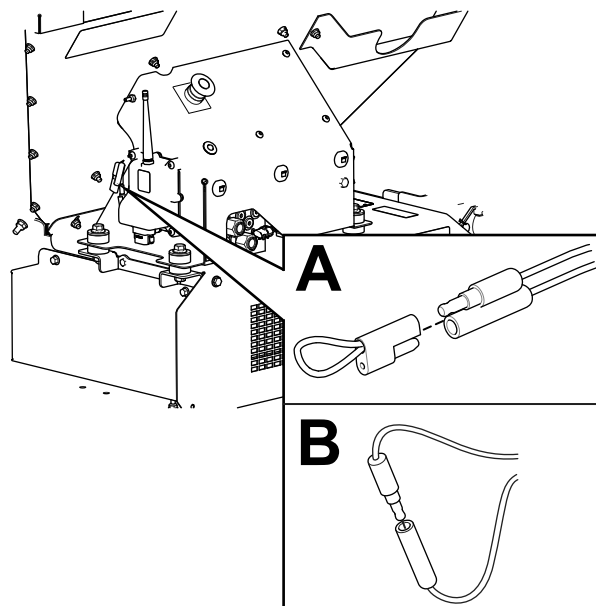

Figura 64
2. Tragei capacul atașat de pe cei 2 conectori de untare de diagnoză (Figura 64, A).
3. Conectați conectorii de untare de diagnoză împreună (Figura 64, B).
2. Deconectai conectorii de untare de diagnostic (Figura 64, B).
3. Împingeți capacul atașat pe cei 2 conectori de untare de diagnostic (Figura 64, A).